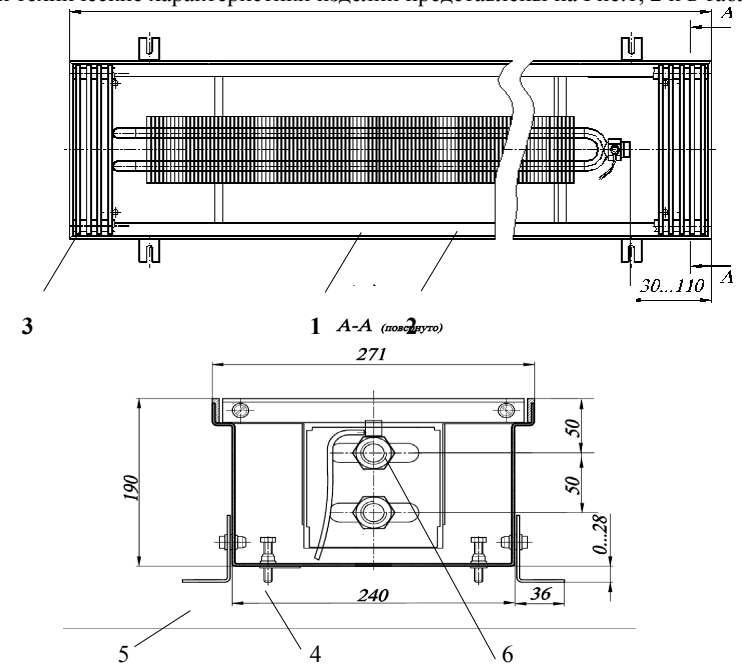

Рис. 1 Конвектор КРК 27.19 60...300 концевой высотой 190 мм.
Конвекторы имеют (см. рис.1):
4.2 Размеры и технические характеристики изделий представлены на Рис.1, 2 и в таблице .
воздухопускного клапана 6 (см. рис.1) опустить в заранее подготовленную емкость для слива воды. Ключом отвернуть клапан на 0,5-1,5 оборота. После удаления воздуха, клапан закрыть.